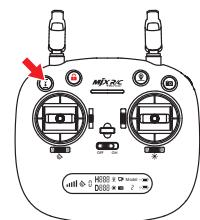

Рис. 3
- Шаг 3. Затем снова зажмите кнопку калибровки в течение 3 секунд (см. Рис. 3). Пульт ДУ издаст 3 звуковых сигнала, и индикатор пульта ДУ после медленного мигания начнет мигать часто, что означает, что калибровка стика управления завершена.